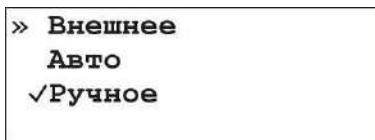

Рисунок 4.3 - Экран меню управления давлением
3. В меню "Управление давлением" (рис. 4.3) клавишами **Δ**, **∇**